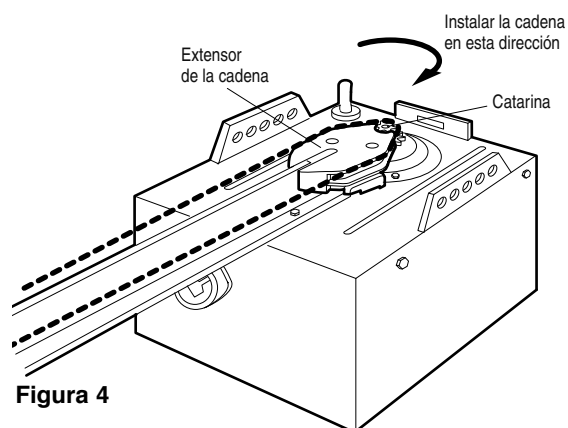

Figura 4
- Continuar alimentando la cadena hacia adelante al carro (Figura 4). Volver a conectar el carro al eje roscado del mismo. Proceder con el Ensamblado Paso 3 a fin de ver las instrucciones para apretar la cadena.